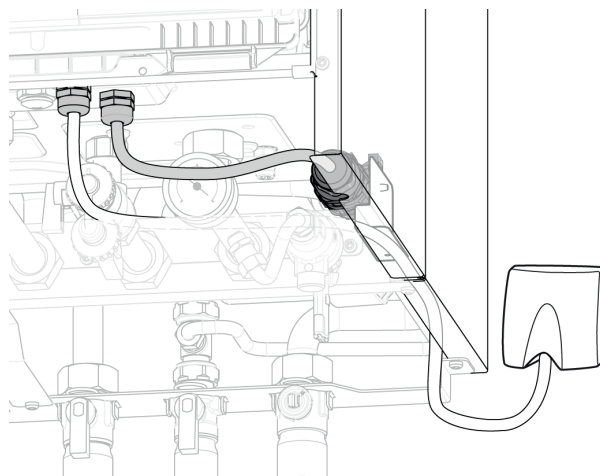

fig. 24 - Passaggio dei cavi bassa temperatura
- Fissare il connettore sul lato della caldaia (2 viti) (fig. 24).